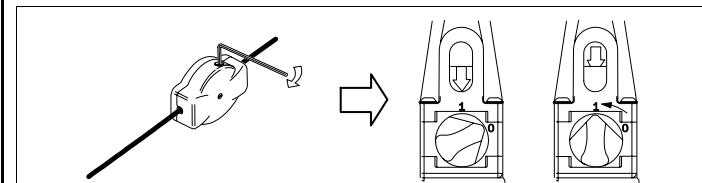

Fig. 4 : Réglage de la tension du câble
- À l'aide de l'indicateur, tendre les ressorts en respectant impérativement la tension pré-conisée (voir Fig. 4).